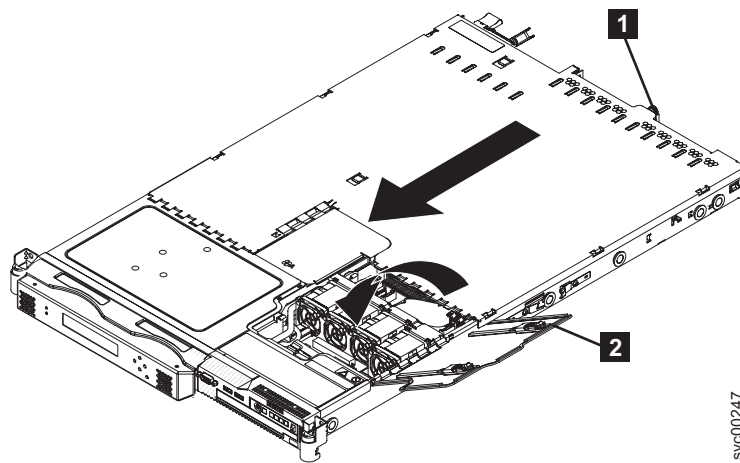

図 133. ファン・ドアを開いた状態の SAN ボリューム・コントローラー 2145-8G4
3. カバーが SAN ボリューム・コントローラー 2145-8G4 上のすべての差し込みタブに正しく噛み合うまで、つまみねじ (図 133 に示す) **1** を締めます。